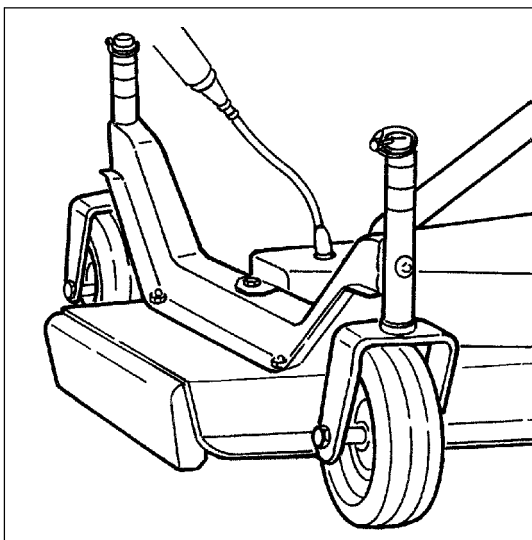

Fig. 8
1. graisser avec de la graisse multigrade les trois arbres porte-lames (**voir fig. 8**). Ils sont facilement accessibles dans la partie supérieure du châssis, une fois enlevées les protections rondes en plastique noir, qui protègent les graisseurs axiaux.
1. les lames tournent en sens inverse des aiguilles d'une montre pour un opérateur positionné face à la partie inférieure du châssis. Les lames doivent être positionnées avec le tranchant du côté du sens de rotation, tandis que la pailette opposée du tranchant est tournée vers le châssis (**voir fig. 8**).